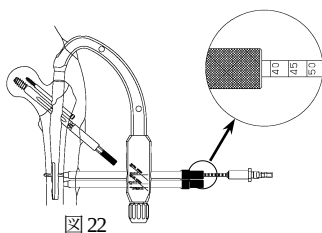

図22
- * 20) ドリルアダプタを装着したディスタルススクリュー用ドリル (L) 又はストッパー付き (36mm) にて穴あけを行います。(図22)